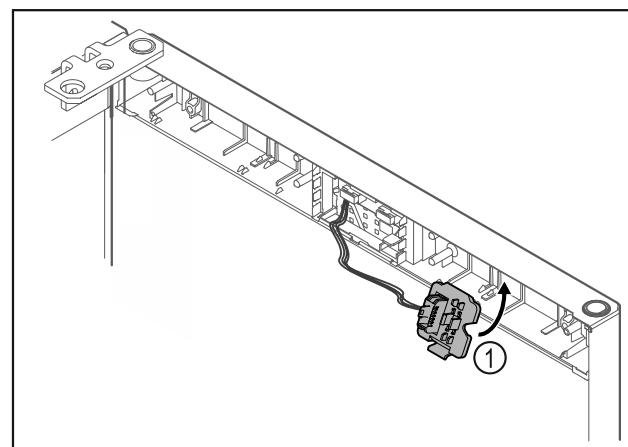

Fig. 13
- Pattintsa be a dugófoglalatot Fig. 13 (1) az ellenkező oldalon.*